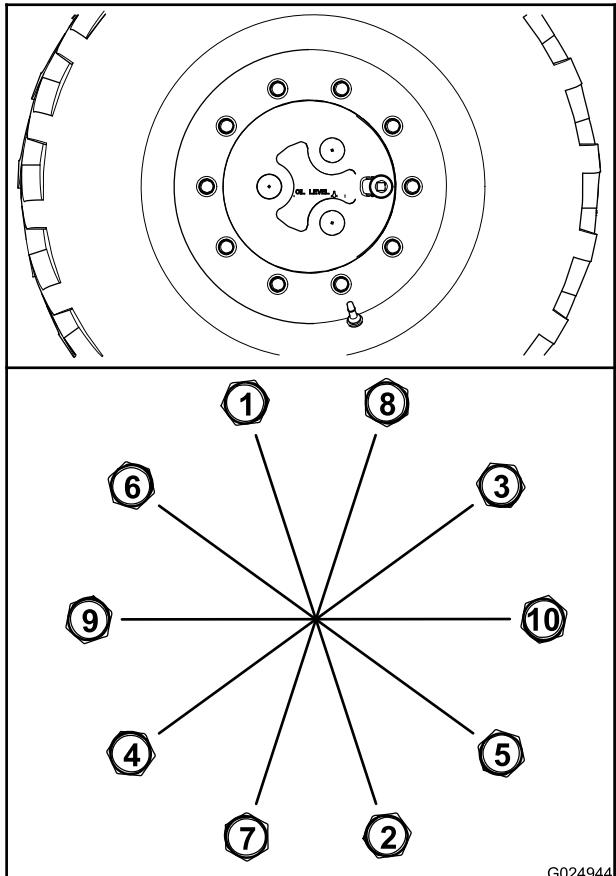

Figura 88
- A. Aperte todas as porcas com torque de $100 \text{ N}\cdot\text{m}$ (75 pés-lb) na sequência mostrada na Figura 88.
- B. Aperte todas as porcas com torque de 200 N m (150 pés-lb) na sequência mostrada na Figura 88.
- C. Aperte todas as porcas com torque de 300 N m (225 pés-lb) na sequência mostrada na Figura 88.